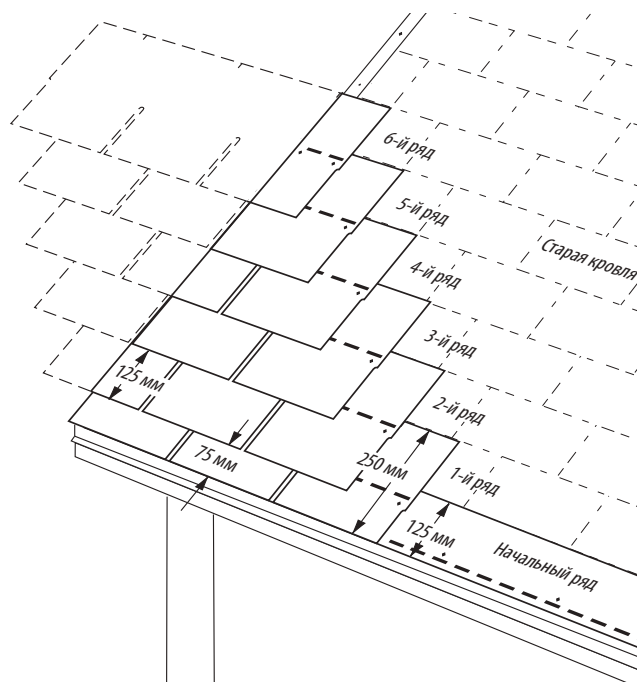

Рис. 10-20. Шесть вверх, на шесть обрезка, встык.
2. Отрежьте 15,2 см с любой стороны первого гонта начального ряда и уложите его поверх первого ряда старых гонтов, в левом нижнем углу крыши (Рис. 10-20).
1. Для укладки первого ряда используйте полосовые гонты размером 25,4 x91,4 см, изготовленные путём обрезки язычков стандартных гонтов в нижней части на 5 см (Рис. 10-20).
- Отрежьте 15 см с левого края целого гонта. Уложите верхнюю кромку этого куска гонта размером 30x76 см встык с нижней кромкой гонта старого четвертого ряда. Выровняйте левый край с левым краем первого ряда (Рис. 10-20).
- Уложите этот кусок гонта длиной 61 см на второй ряд, оставив язычки гонтов второго ряда открытыми на 12,7 см. Верхняя кромка нового гонта в этом ряду должна соединяться встык с нижней кромкой пятого ряда старых гонтов (Рис. 10-20).